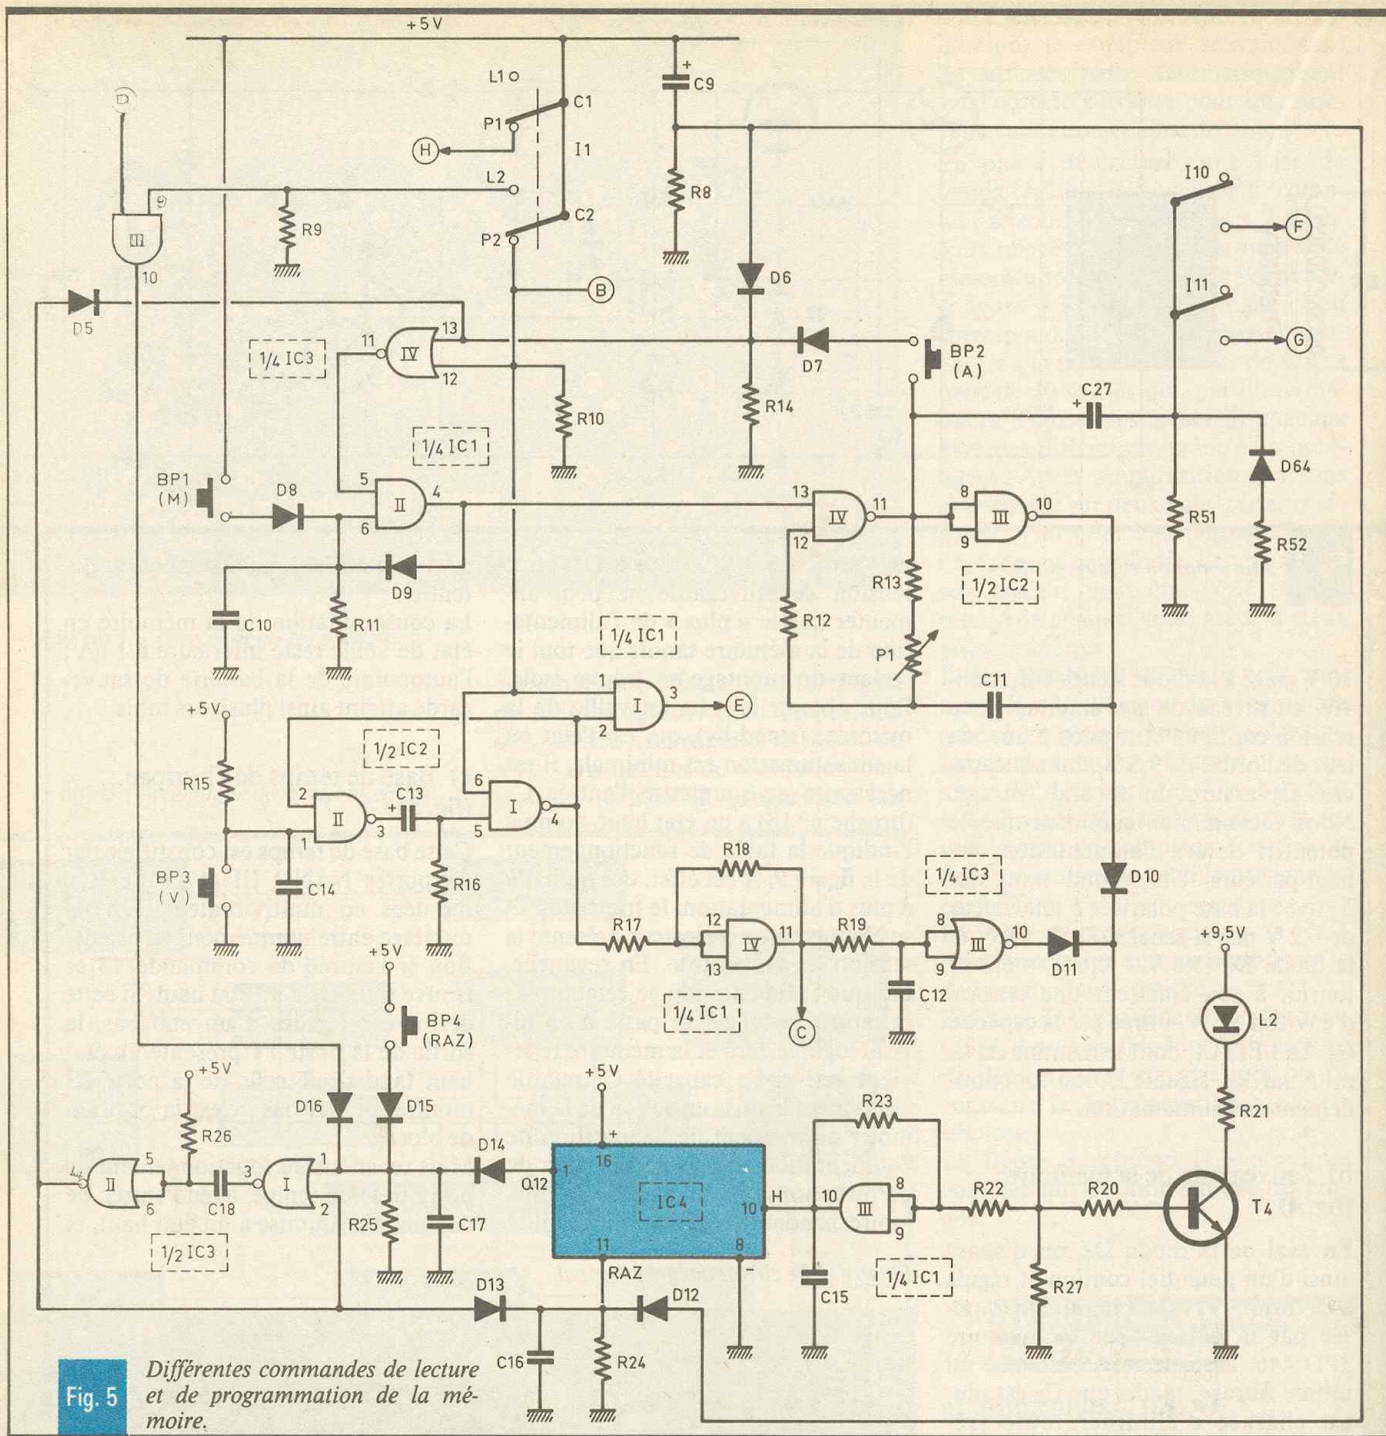

Fig. 5 Différentes commandes de lecture et de programmation de la mémoire.
c) Base de temps de l'horloge (fig. 5)
d) Commande de la base de temps (fig. 5)
e) Horloge (fig. 5 et 6)
f) Commande de la programmation (fig. 5 et 6)
Lors de chaque chargement d'adresse, la capacité C₂₇ se charge à travers R₅₁ (fig. 5). Il en résulte une brève apparition d'un état haut sur l'armature négative de cette capacité. Suivant que l'on ferme I₁₀ ou I₁₁ (ou les deux à la fois), on soumet les entrées RESET correspondantes de IC₁₁ à des brèves impulsions positives qui neutralisent le son pendant un court instant et en début de chaque adresse nouvelle à laquelle est soumise la mémoire. Ainsi, grâce à cette disposition les notes consécutives peuvent être coupées ou saccadées, ou au contraire liées, et cela de manière séparée ou non sur les deux voies.